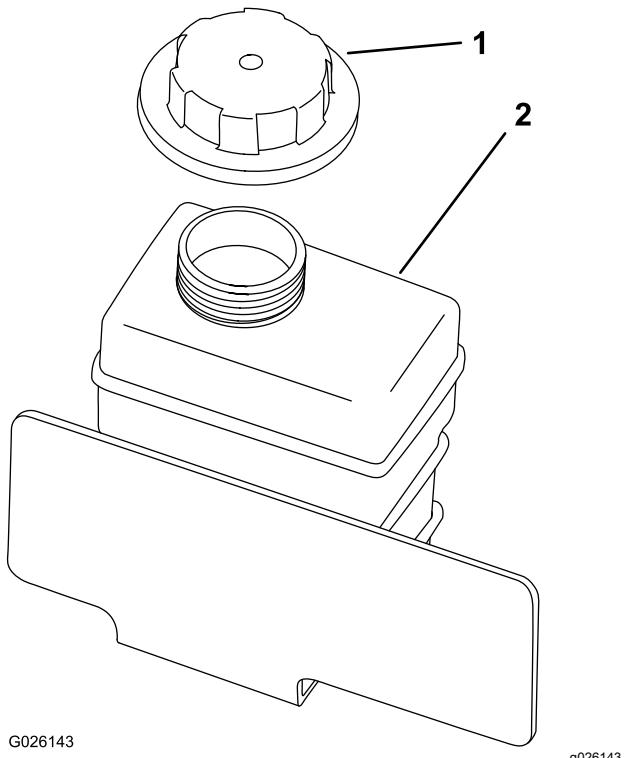

図 19
- 補助タンクにあるラジエター液の量を点検する(図 19)。